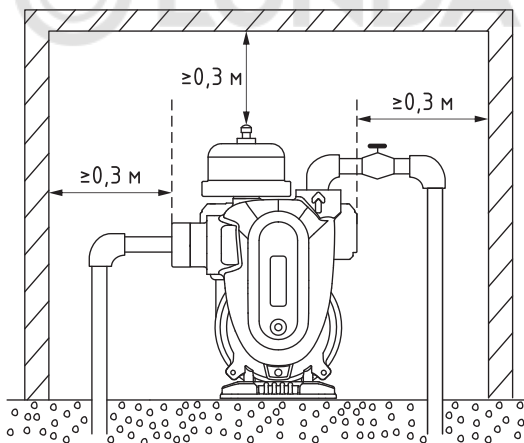

Рис.6 Установка насоса в помещении
- При установке насосной станции в помещении соблюдайте размеры, как показано на **Рис.6**.